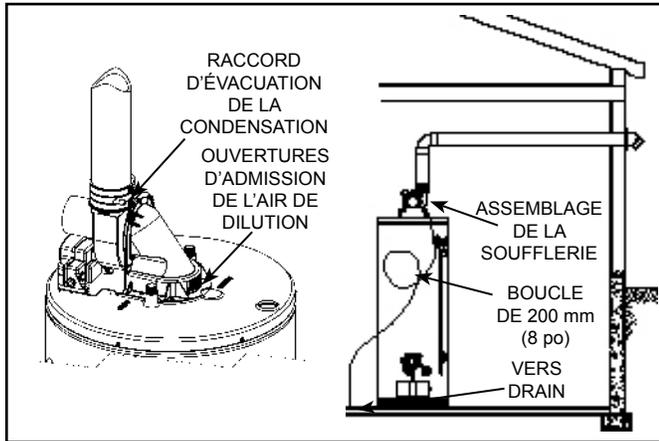

Figure 24
1. Ce chauffe-eau à évacuation forcée est livré avec une soufflerie déjà assemblée (voir Figure 24).
condensation. Si l'installation génère de la condensation, installez un collecteur de condensation formé d'une boucle de collecte d'un diamètre d'environ 200 mm (8 po), à l'aide d'un boyau de plastique de 3/8 po de diamètre. Ensuite, branchez le boyau au raccord de drainage de l'accouplement de caoutchouc de l'assemblage de la soufflerie (voir Figure 24). La boucle doit être maintenue en position verticale, comme illustré, et elle doit être au moins à moitié remplie d'eau avant la mise en marche du chauffe-eau. L'extrémité libre du boyau doit pouvoir s'égoutter à proximité d'un drain de plancher. Fixez solidement le boyau à la paroi du chauffe-eau. Si la pose d'un boyau d'évacuation de la condensation n'est pas nécessaire, assurez-vous que le capuchon amovible de l'accouplement de caoutchouc est bien en place.